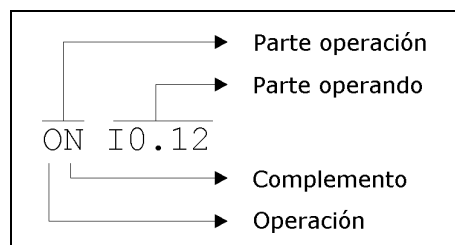

Figura 17: composición de una instrucción AWL
Cada instrucción está compuesta, tal como se ilustra en la Figura 17, por una parte operación y, en general, por una parte operando. De esta última ya hemos hablado en el apartado dedicado al direccionamiento. La primera parte, a su vez, está compuesta por una operación y un eventual complemento. Las operaciones que este PLC soporta son de carga (L), de asignación (=, R, S), aritméticas (ADD, SUB, MUL, DIV), de salto y ramificación (JP, JC, JCN, BC, BNC, BZ, BNZ), sobre registros (NOT, GOR).